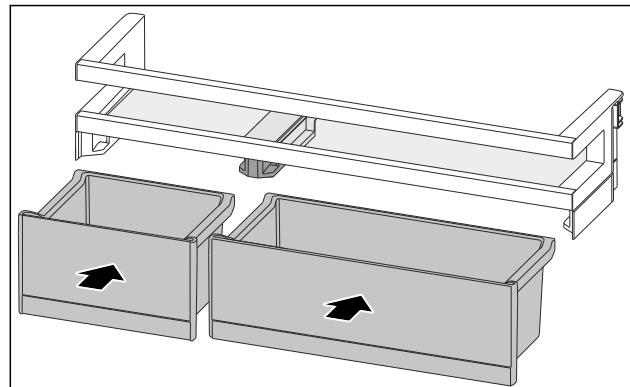

Fig. 115
- Introduceți VarioBox-urile dispuse invers. (vezi Fig. 115)